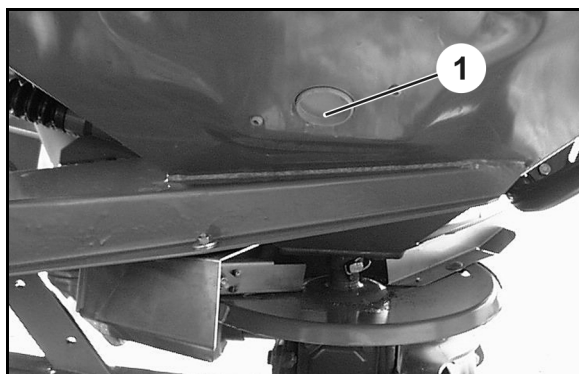

Bild 41
1. Ta bort plastpluggen (Bild 41/1)